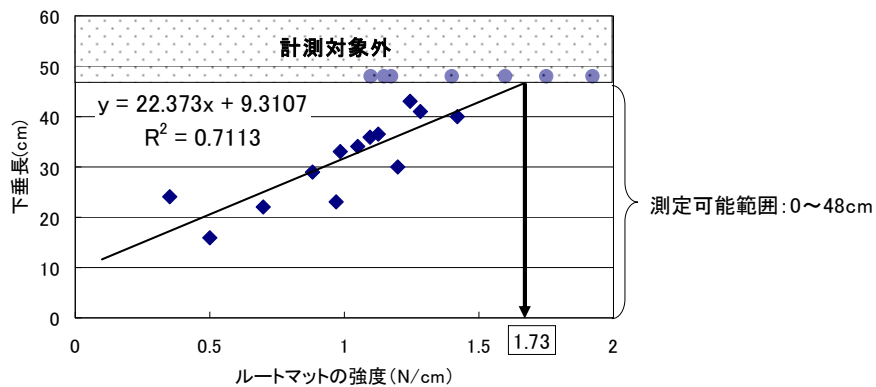

図 1 ぶらさげ法と引っ張り法ルートマット強度の関係
1. 新たに考案した「ぶら下げ法」で評価した下垂長(cm)は従来の「引っ張り法」で測定したルートマット強度(N/cm)と相関がある。測定の準備や専用の測定器が不要な「ぶら下げ法」を利用することで、生産者自身でも簡便に育苗箱全量施肥栽培で育苗した苗等のルートマットの強度を評価できる。(写真1・2、図1)